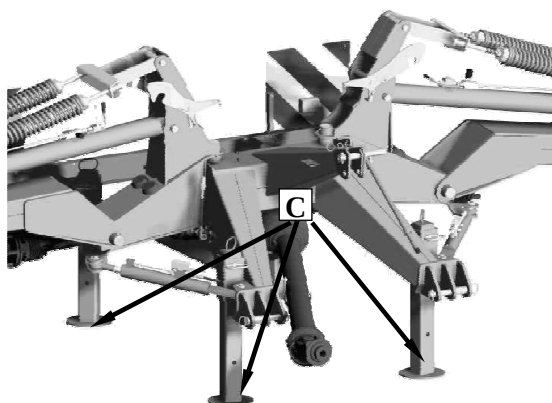

Рис. 20. Опорные башмаки
- приподнять опорные башмаки **С** и закрепить чеками (**Рис. 20**),